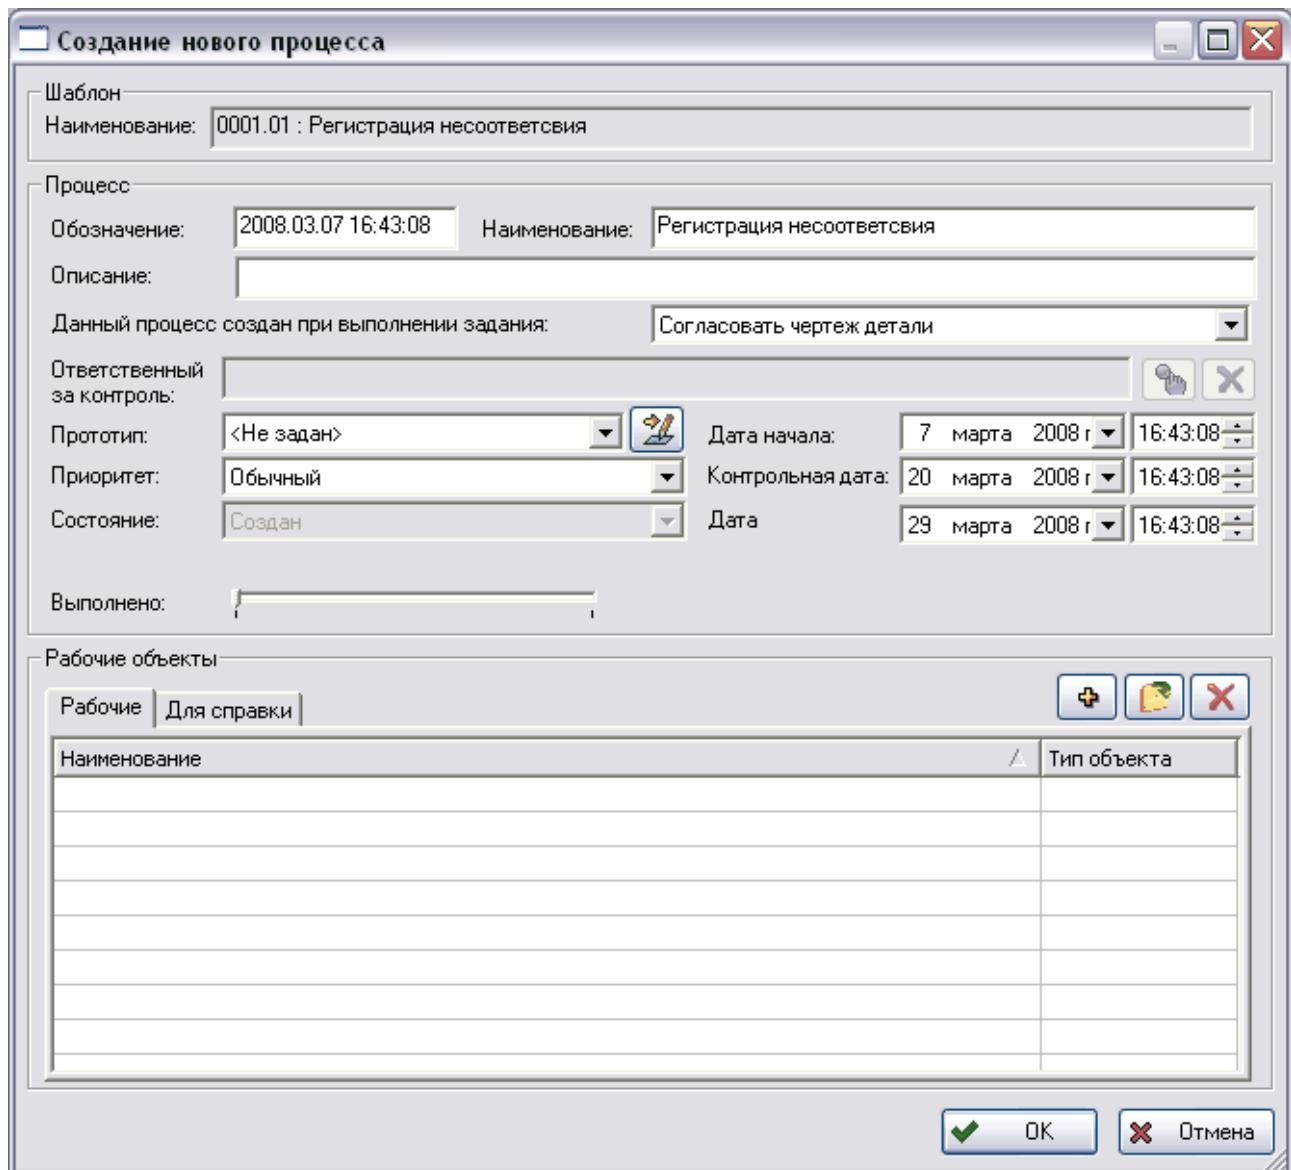

Рис. 65 Параметры подпроцесса
2. Дальнейшее создание подпроцесса аналогично созданию процесса (см. раздел 4.3.2). Обязательно требуется указать задание, поступившее сотруднику и подтвержденное им, в поле **Данный процесс создан при выполнении задания** (Рис. 65).